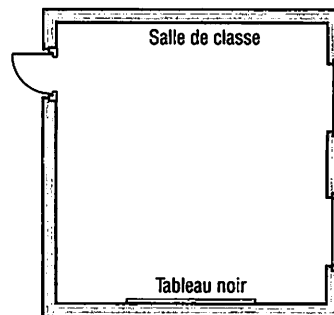

Fig. 5 .
7. Étant donné le plan architectural et le descriptif de cette salle de classe (fig. 5), établissez le schéma architectural. Descriptif :
- 4 points lumineux commandés en double allumage (DA) ;